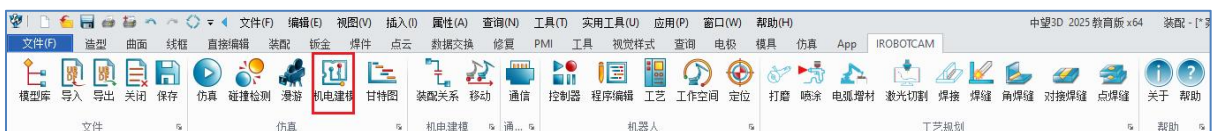

图 13-34: 机电建模按钮
- IO 类型为输入, 自定义名称, 端口值设置为-1。(图 13-34)